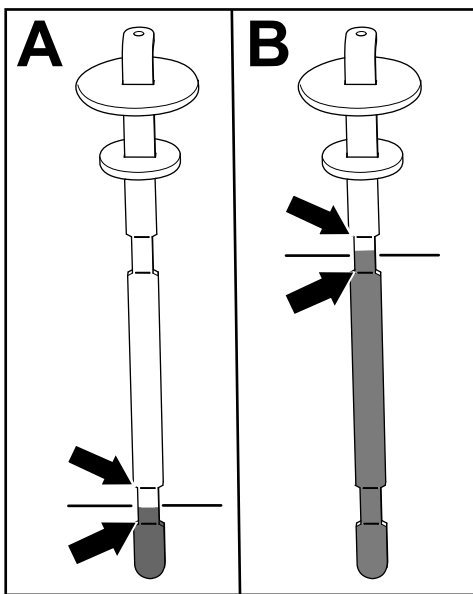

Figura 84
5. Îndepărtați joja și verificați nivelul uleiului (Figura 84).
- Dacă maina este echipată cu o unitate de tăiere: nivelul uleiului hidraulic este corespunzător atunci când uleiul apare între cele 2 marcaje de la partea inferioară a joi (A din Figura 84). De asemenea, este acceptabil ca nivelul uleiului să fie peste marcajele de la partea inferioară.
- Dacă maina este echipată cu un set furtun pentru dispozitivul de atașare acionat hidraulic: nivelul uleiului hidraulic este corespunzător atunci când uleiul apare între cele 2 marcaje de la partea superioară a joi (B din Figura 84).